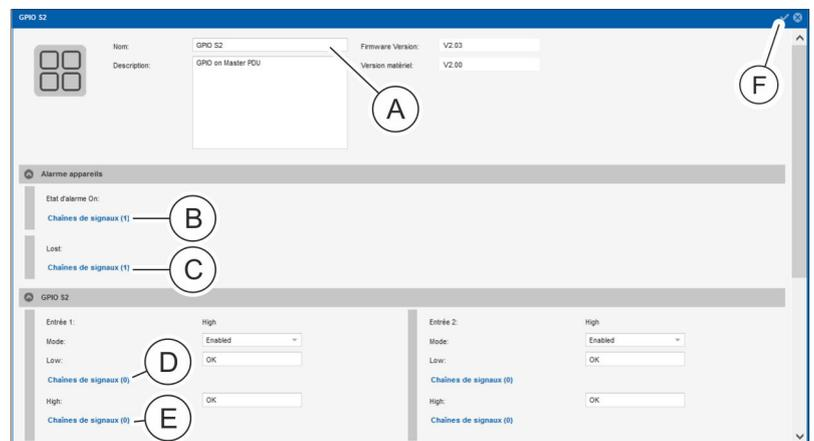

Fig. 133 : Menu « État » – Onglet « Capteurs » (affichage détaillé)
6. ➤ Si nécessaire, modifier la désignation du module GPIO sélectionné et, si nécessaire, ajouter une description (Fig. 133 /A).
7. ➤ Si nécessaire, affecter une chaîne de signaux pour l'entrée correspondante pour le signal Low au moyen du bouton « Chaînes de signaux » (Fig. 133 /E).
11. ▶ Si besoin, affecter une chaîne de signaux pour chaque entrée pour le signal High au moyen du bouton « Chaînes de signaux » (Fig. 133 /E) (similaire aux étapes 8 à 10).
12. ▶ Si nécessaire, configurer une chaîne de signaux dans la zone « Alarme appareils » pour « État d'alarme Lost » et « État d'alarme OK ». Pour ce faire, cliquer sur le bouton « Chaînes de signaux » (Fig. 133 /B ou C).
14. ▶ Appuyer sur le bouton *Enregistrer* (Fig. 133 /B) pour reprendre la configuration.